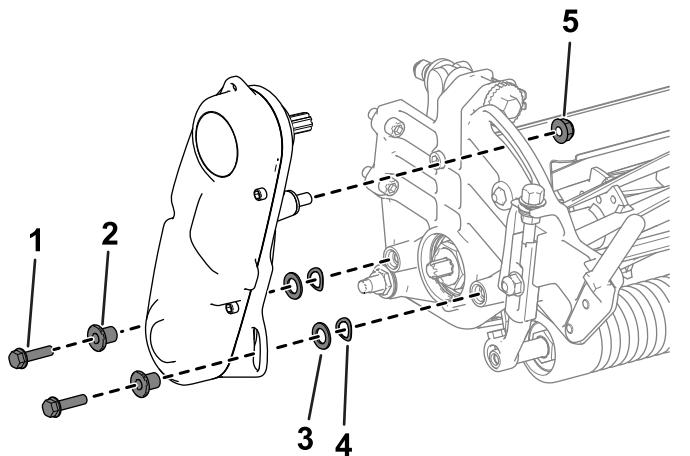

图 36
- 卸下将滚刀驱动总成固定到侧板上的五金件 图 36。
3. 从侧板上卸下滚刀驱动总成、扁平垫圈、弹簧垫圈和隔片 图 36。